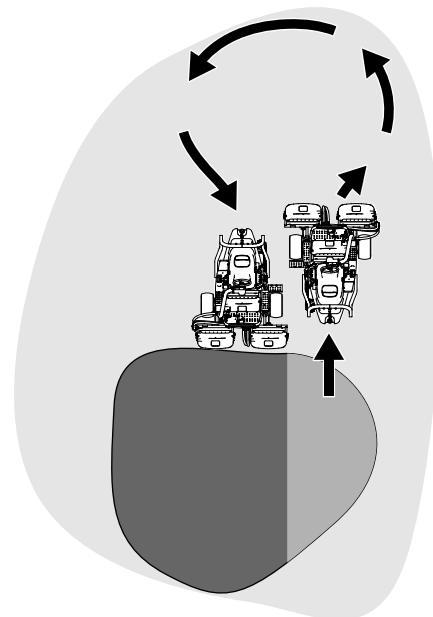

図 24
- Uターンするとき、一旦反対側にハンドルを切ってから旋回すると、楽に、しかも効率良く回ることができて次の列そろえが楽になります。反対側に軽く振ってから旋回すると雨だれ形の旋回 図 24 になって、スムーズに次の列に入ることができます。